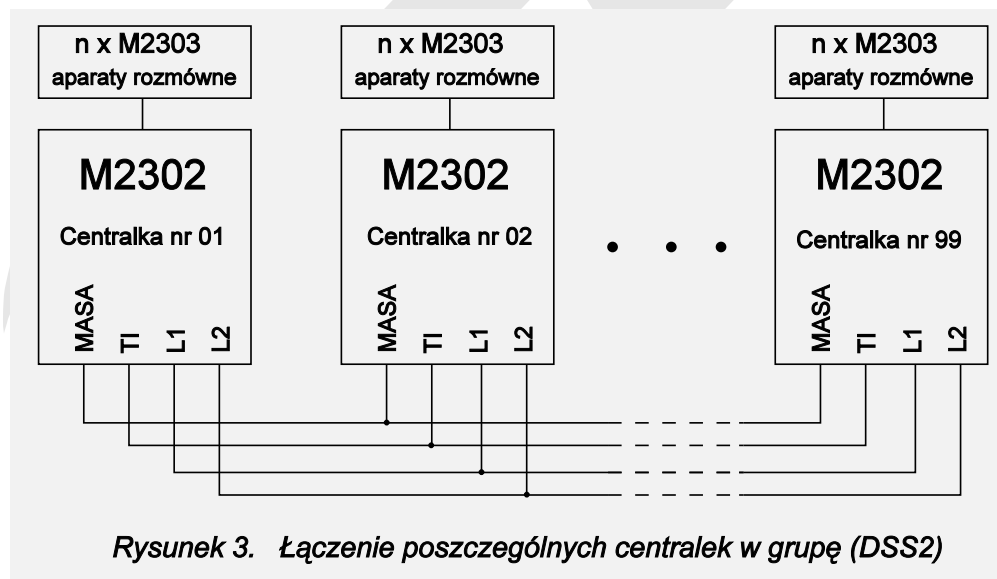

*Rysunek 1. Schemat instalacji.*
*Rysunek 1* przedstawia schemat blokowy instalacji dla pojedynczego obiektu, natomiast *Rysunek 2* pokazuje sposób dokonania połączeń między modułami : końcowym M2301 oraz rozmównym M2302. Moduł końcowy M2301 należy połączyć z modułem rozmównym M2302 kablem 6-żyłowym oraz kablem dwuprzewodowym dołączyć zaczepek elektromagnetyczny. Należy pamiętać, iż na rynku znajdują się różne zaczepek (często tanie i tandetne), które do zadziałania potrzebują bardzo dużego prądu. W takim przypadku trzeba zastosować znacznie większy przekrój przewodów zasilających, niż pokazano to na rysunku.